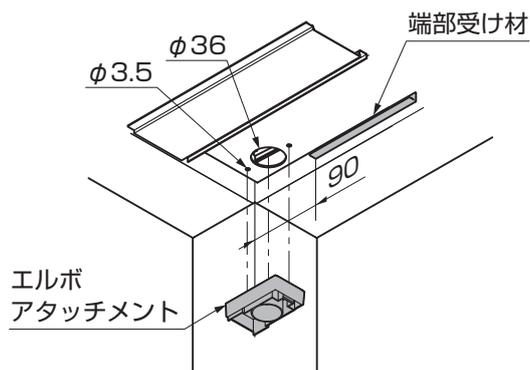

図12-114 A部詳細図
- ①エルボアタッチメントを樋にあて、ポンチ等でケガキ、ドリルで水抜き穴φ36とエルボアタッチメント取付穴φ3.5をあけてください。(図12-114、12-115参照)
- 以降の施工手順はP.65の③から、P.66の④の手順を参考にしてください。
- 端部受け材は樋樋がつく側の端部から90mmの範囲は取付けしないでください。(図12-114参照)
- ④エルボアタッチメントにアタッチメントパッキンを貼付けし、ルーフの雨樋に【10-1】で取付けてください。